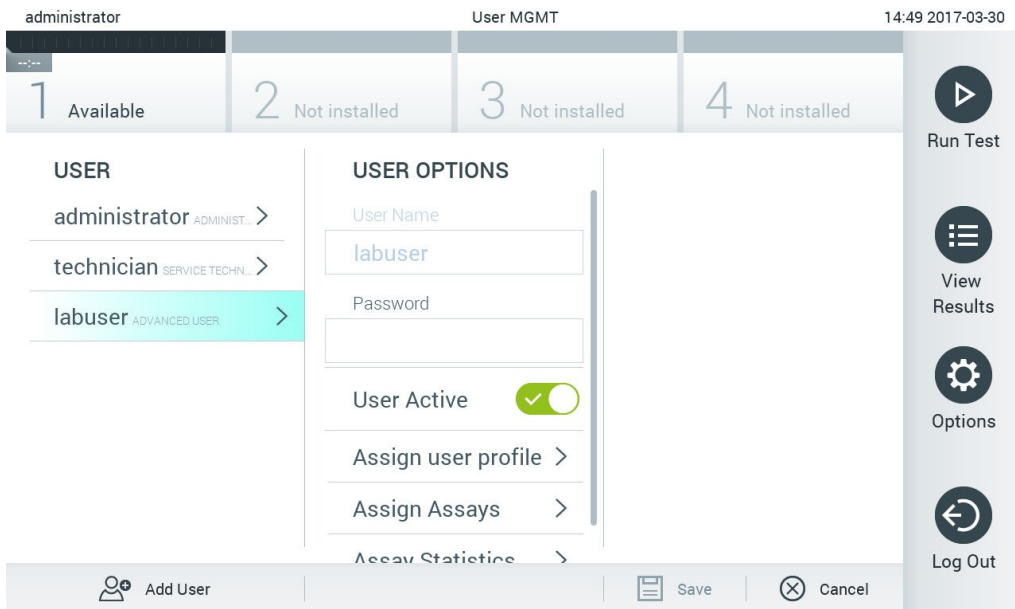

Figura 59. Selecionar e gerenciar usuários.
2. Selecione o usuário a gerenciar a partir da lista na coluna esquerda da área de conteúdo (Figura 59).